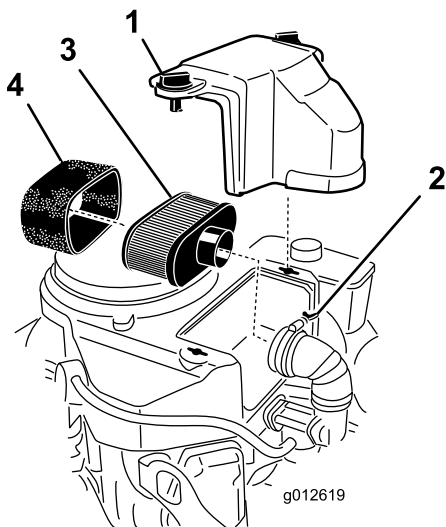

Figure 31
3. Nettoyez la surface autour du filtre à air pour éviter que des impuretés n'endommagent le moteur en tombant à l'intérieur (Figure 31).
4. Dévissez les boutons du couvercle et déposez le couvercle du filtre à air (Figure 31).
5. Dévissez le collier et déposez le filtre à air (Figure 31).
6. Sortez délicatement l'élément en mousse de l'élément en papier (Figure 31).
1. Nettoyez l'élément en papier en le tapotant pour faire tomber la poussière. Remplacez l'élément en papier s'il est très encrassé (Figure 31).
1. Glissez délicatement l'élément en mousse sur l'élément en papier (Figure 31).
2. Posez le filtre à air complet sur sa base ou sur le flexible et fixez-le en position (Figure 31).
3. Mettez le couvercle du filtre en place et serrez les boutons (Figure 31).